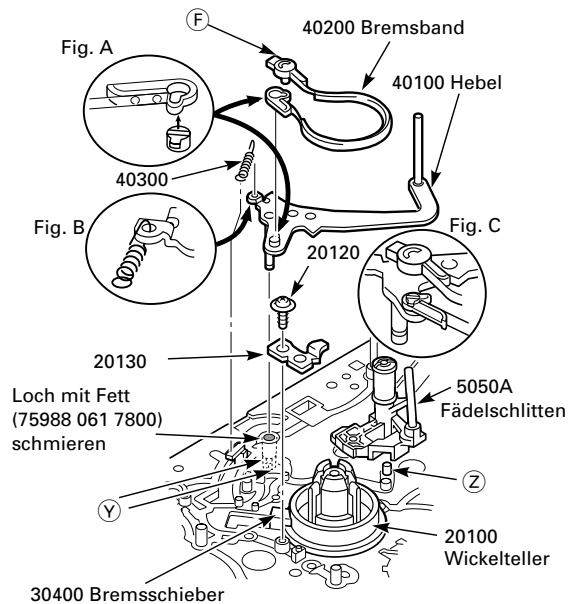

Fig. 8.15
- Schraube (20120) herausdrehen und Sicherungswinkel (20130) entfernen (Fig. 8.15).
- Führungshülse gemäß Fig. 8.15 fetten (75988 061 7800) und Bandzughebel zwischen Fädelschlitten und Anschlag **(Z)** in der Führungshülse einrasten. Feder (40300) gemäß Fig. B einhängen.
- Die Enden des Bremsbandes müssen, wie in Fig. C dargestellt positioniert werden (Fig. 8.15).
- Schraube (20120) herausdrehen und Sicherungswinkel des Bremsbandes (20130) entfernen (Fig. 8.15).
- Rasthaken ⑥ lösen und das Bremsband (40200) an diesem Ende abnehmen (Fig. 8.15).